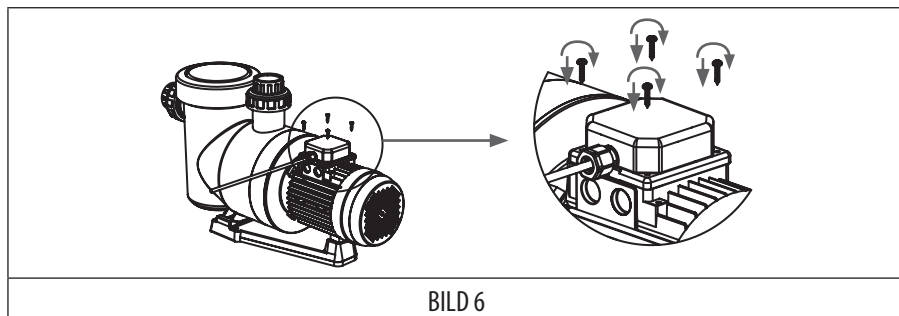

BILD 6
5. Stäng den elektriska kopplingslådan, kontrollera att packningen är på plats och dra åt skruvarna. (BILD 6)